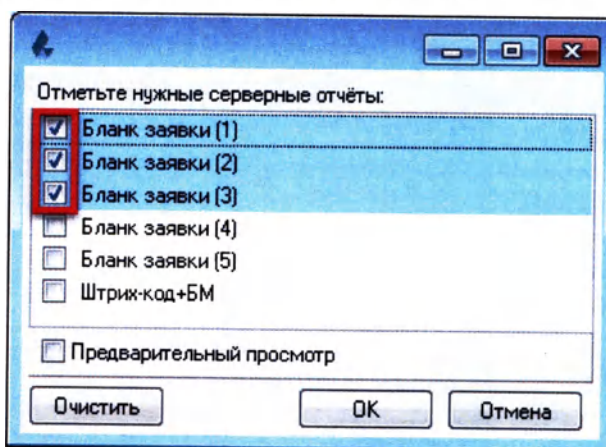

Рисунок 15.2
4. В открывшемся окне выберите необходимый вид отчетов¹⁶ (Рисунок 15.2):